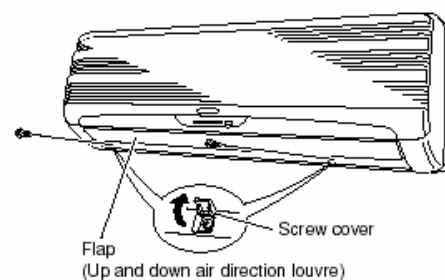

Fig. 14a
(1) Ajustez le volet motorisé de manière à ce qu'il soit horizontal
(2) Retirez les vis (Figure 14a)